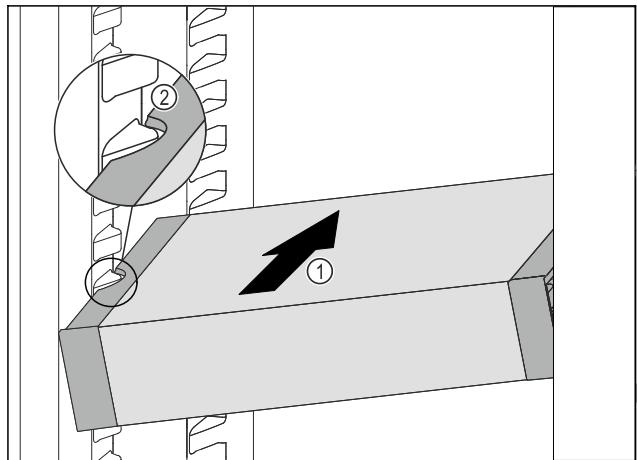

Fig. 112
- ▶ VarioSafe zasúvajte šikmo do chladničky Fig. 112 (1), kým sa bočné vybrania Fig. 112 (2) VarioSafe nebudú nachádzať vo výške rebra nádoby v chladničke.